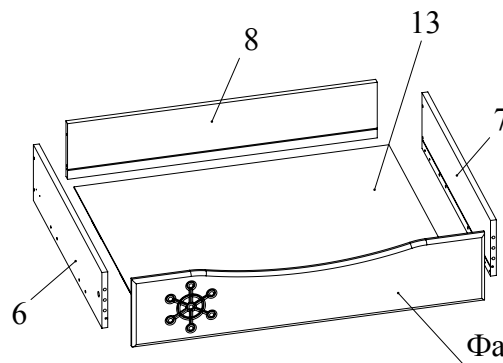

Рис.6
12. Скрепить при помощи конфирматов 7x50 боковины ящика 6, 7 и задник ящика 8. Вставить в паз дно ящика из ДВП. Установить фасад ящика и зафиксировать, повернув конфирматным ключом головки минификсов по часовой стрелке до упора (Рис. 6).